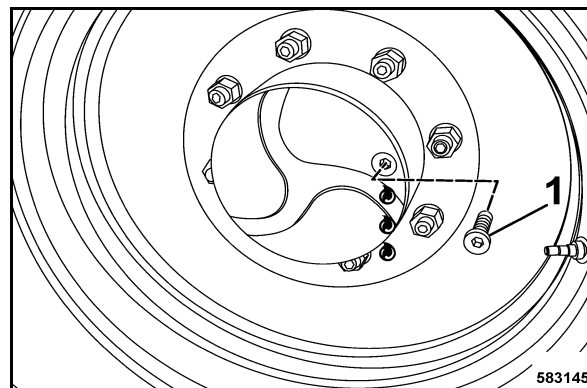

Fig. 176
- Déplacer la roue motrice de sorte que le bouchon d'obturation (Fig. 176) se trouve à l'horizontale.